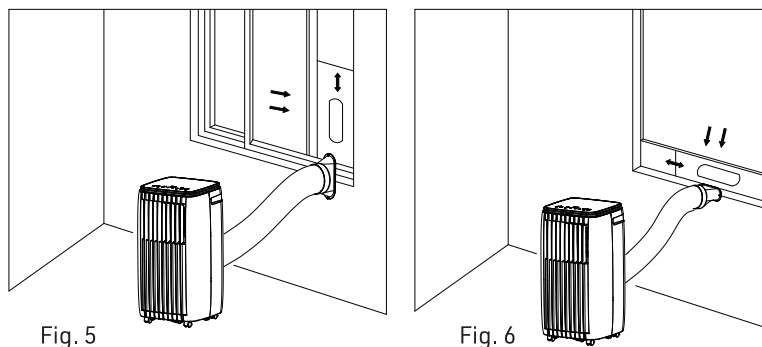

Fig. 5
- 2.) Inserire il tubo di scarico dell'aria nella piastra per l'isolamento della finestra, regolare la larghezza di apertura della finestra di modo che combaci bene con la piastra, la lunghezza della piastra per l'isolamento è regolabile (come illustrato nelle figure 5 e 6).